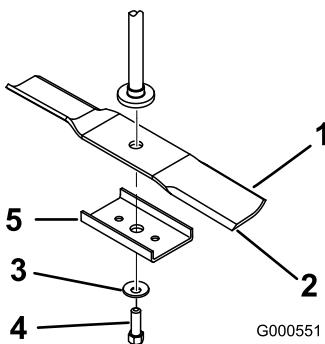
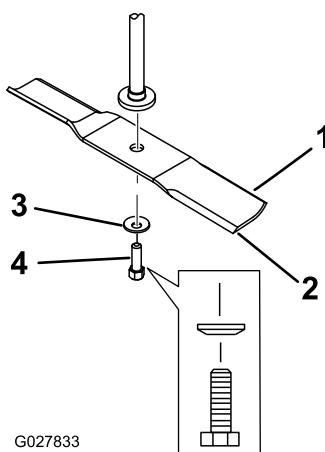

Figura 49
Figura 50
2. Retire el refuerzo de la cuchilla (solo en carcasa de 81 cm [32"]), el perno de la cuchilla, la arandela curva y la cuchilla del eje del perno (Figura 49 y Figura 50).
1. Instale la cuchilla en el eje (Figura 50).
2. Instale el refuerzo de la cuchilla (carcasas de 81 cm [32"] solamente), la arandela curva (con la copa hacia la cuchilla) y el perno de la cuchilla (Figura 50).